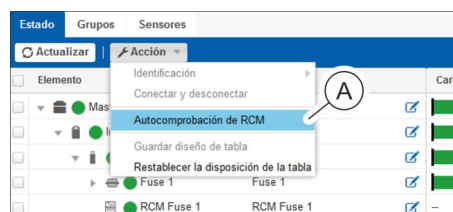

Fig. 107: Menú "Estado"
2. ➤ A través de "Acción ➔ Autocomprobación de RCM" (Fig. 107/Ⓐ), seleccione la autocomprobación de RCM.